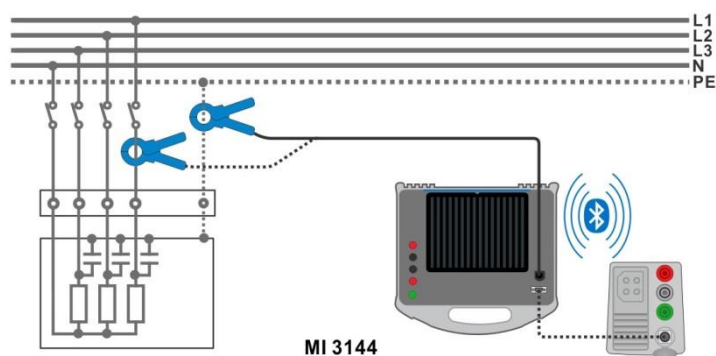

Abbildung 7.34: Stromzangenmessung
- › Umschlingen Sie das Messobjekt mit der Stromzange. Siehe **Abbildung 7.34**. Detaillierte Informationen finden Sie in der **A 3144 - Euro Z 800 V Bedienungsanleitung**.